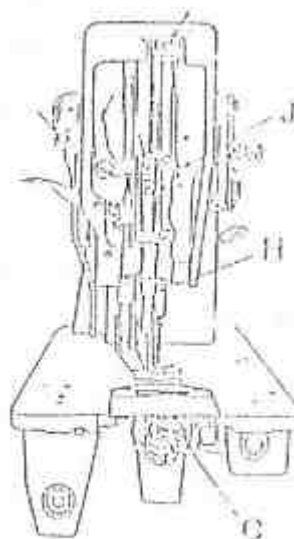

Fig.4
4. Выньте челнок. Рисунок 4, С.
Установите челнок на место. Рисунок 4, С.
Расстояние между игольной пластиной и игловодителем должно быть – 22.3 мм. Для регулировки нужно ослабить винт J, рисунок 4. После этого переместите игловодитель вверх или вниз, чтобы выставить нужный зазор. Затяните винт J.